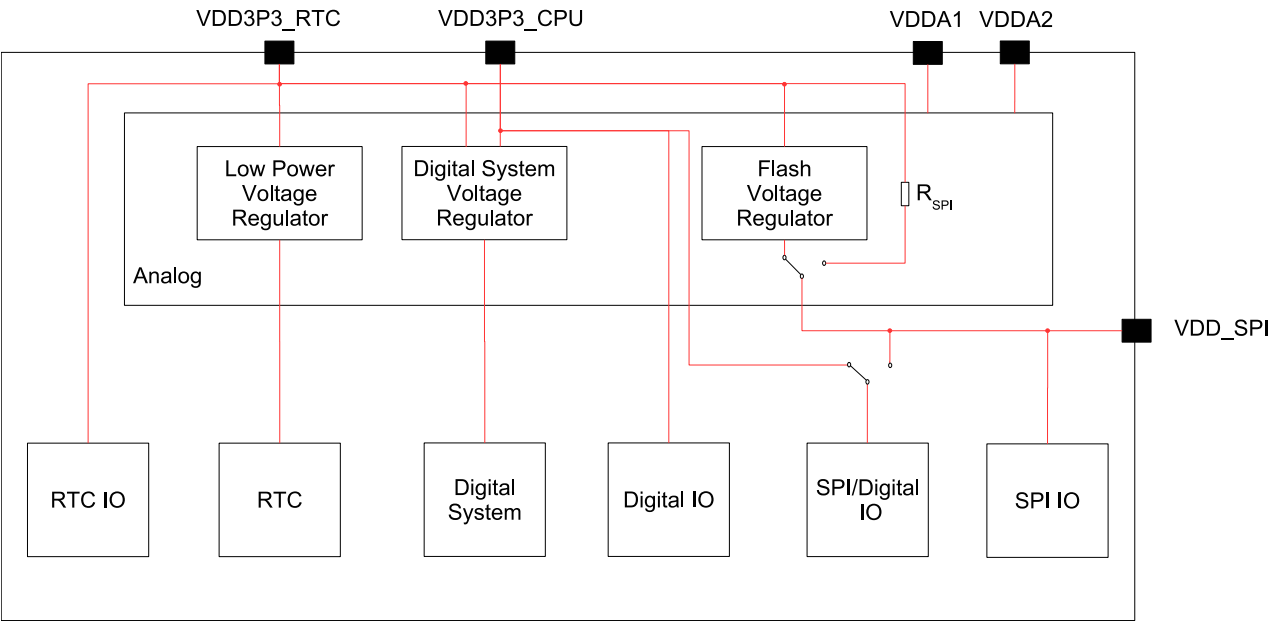

图 2-2. ESP32-S2 电源管理
- ⁵ RTC IO 管脚即由 VDD3P3_RTC_IO 供电的管脚，如图 2-2 ESP32-S2 电源管理 所示，也可参考表 2-1 管脚概述 > 供电管脚一栏。
电源管理如图 2-2 ESP32-S2 电源管理 所示。